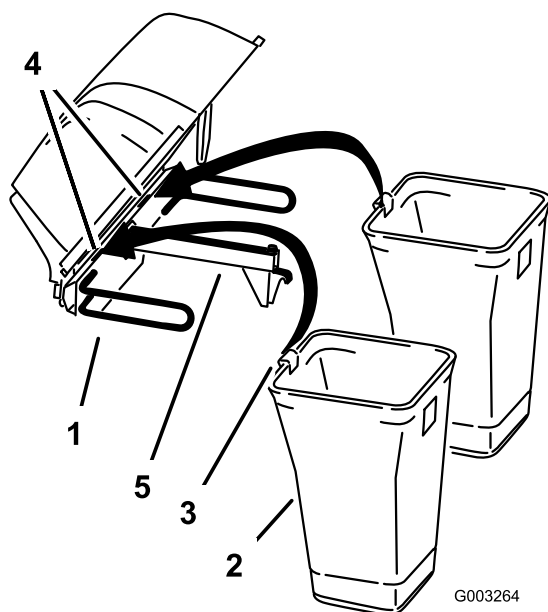
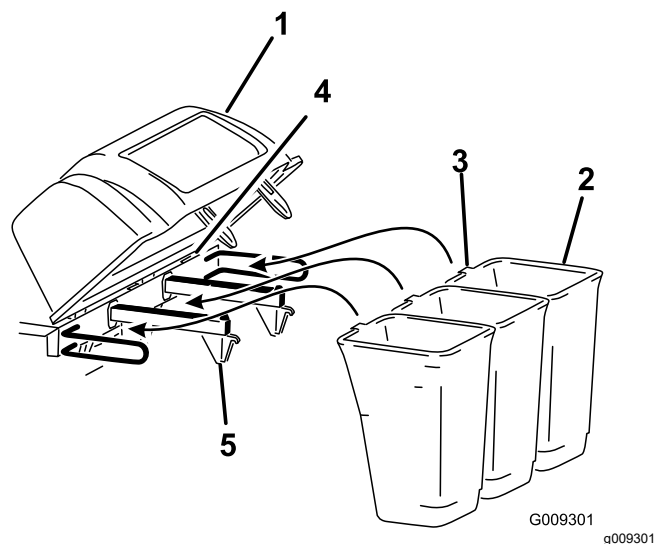

Figure 8
Figure 9
6. Insérez la languette du bac dans le cran du capot (**Figure 8** ou **Figure 9**).